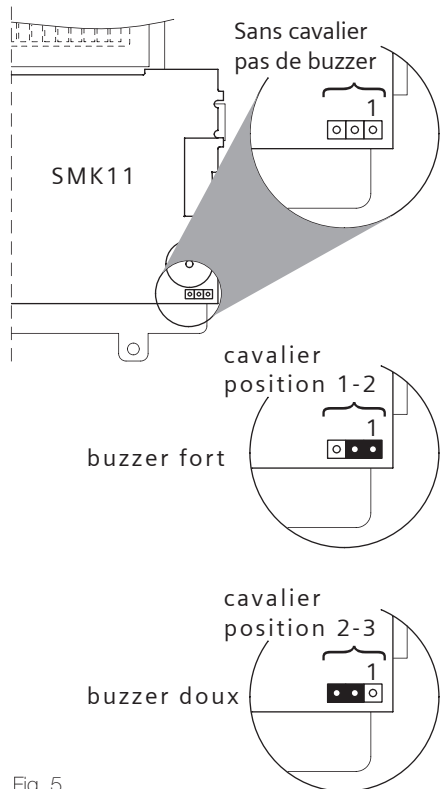

Fig. 5
2.2.2 Carte clavier SMK 11 (fig. 5)